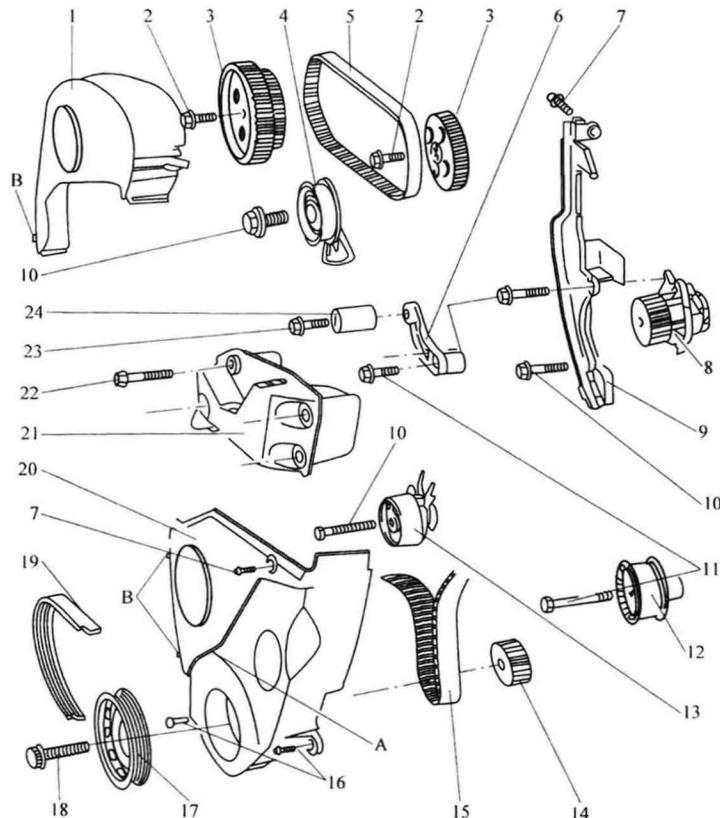

图 1-9 发动机正时传动部分的分解图
(1) 正时同步传动部分 速腾、迈腾轿车发动机正时传动部分的分解如图 1-9 所示。在安装凸轮轴正时同步齿轮和正时同步带时应注意安装位置。在拆卸同步带前, 应标记出传动方向。拆卸下的同步带应检查磨损情况, 不要弯折。冷却泵如果损坏或泄漏, 最好整体更换。拆卸和安装曲轴正时同步齿轮时, 注意同步带的安装位置。V 带轮装配时注意固定。在安装 V 带轮时, V 带轮上的标记应对正图 1-9 中 A 所指处。同步带下部护罩安装时应注意搭扣的锁紧, 搭扣的位置在图 1-9 中 B 处。